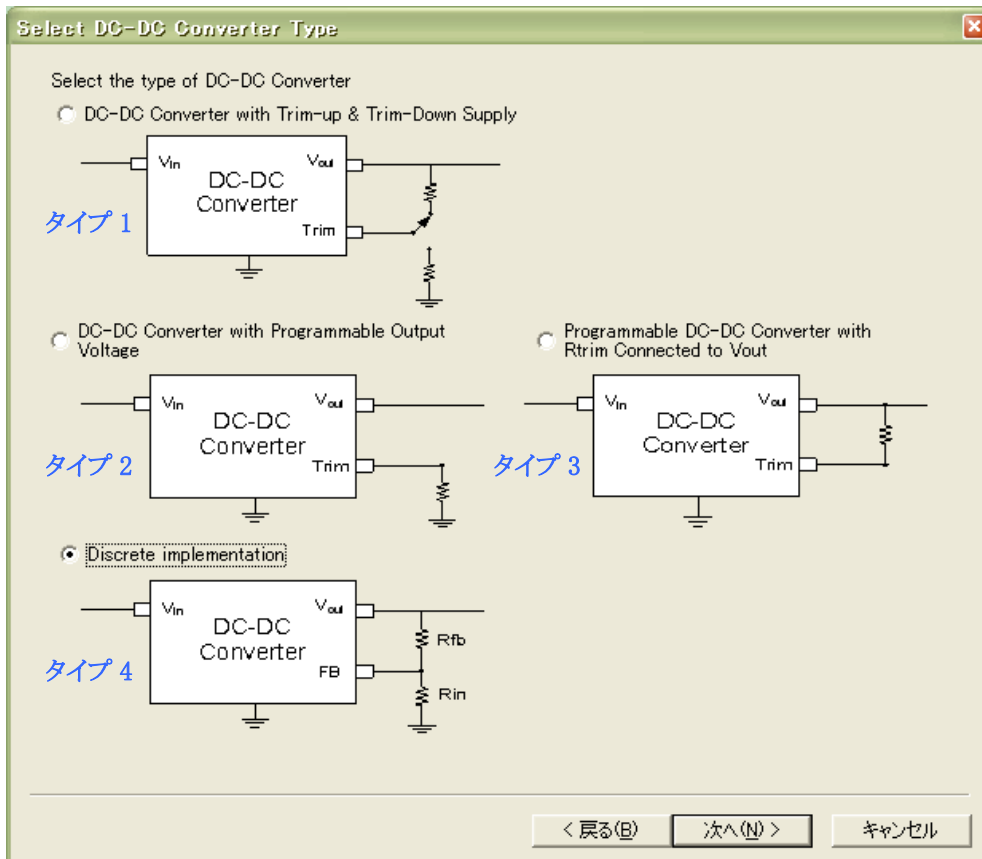

図 2-13 DC/DC コンバータのタイプ選択画面
- ⑧ 実ボード上に実装すべき抵抗値の値と接続イメージが表示されます。接続イメージは、図 2-13 で選択した DC-DC のタイプにより異なります。